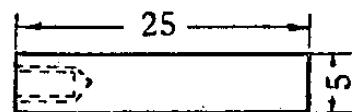

图9-29
1. 铁心：它是圆形的，如图9-29，用直径5—6毫米、长25毫米的粗铁丝一段，两端锉平，夹在台钳上，在一端的中心用钻头钻一个直径2.4毫米、深5毫米的小孔，接着用3毫米的螺丝攻攻成螺纹，将来用一只平头的铜质螺丝钉固定在底座上。